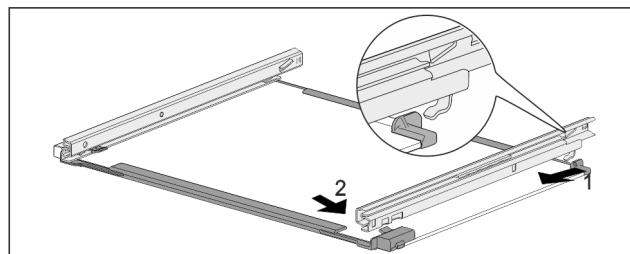

Fig. 234 Скляна пластина з рейками
- ▶ Зачепити рейку ззаду. Fig. 234 (1)
- ▶ Зафіксуйте рейку спереду. Fig. 234 (2)